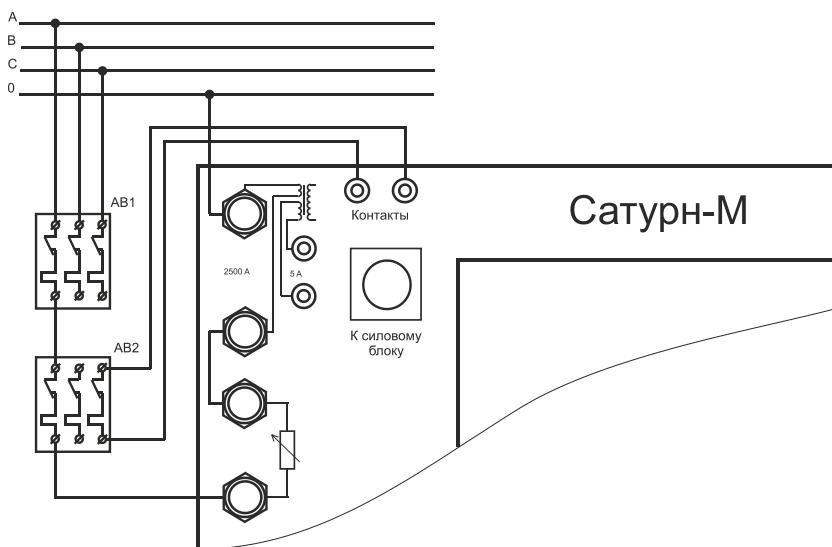

Рисунок 3 – Схема подключения блока «Сатурн-М» при проверке АВ на номинальные токи до 200 А
При проверке автоматов на номинальный ток до 200 А при питании от сети соберите схему, показанную на рис. 3.
8.4.1.11 При попытке запуска режима при отключенном автомате (см. рис. 3) режим не запускается, а на индикатор выводится сообщение об отсутствии напряжения «Отсутствует U_{bx} ».